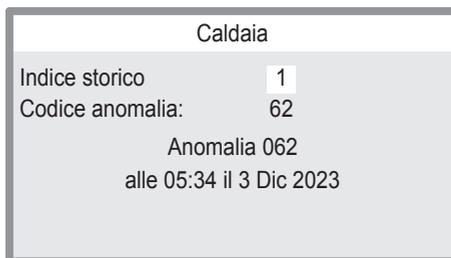

Figura 3.23
- Premere i tasti 17 o 18 (Figura 3.18) per selezionare l'indice dello storico allarmi (Figura 3.23).